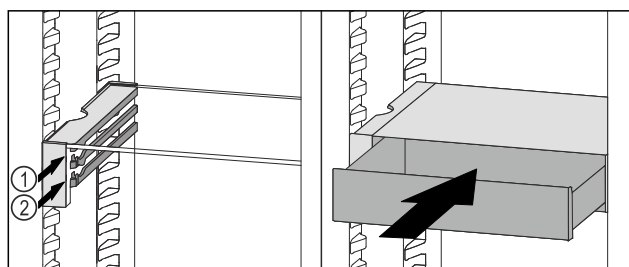

Fig. 185
- ▶ Nasadte zásuvku VarioSafe za zarážky na požadovaném žebro Fig. 185 (1) nebo Fig. 185 (2).